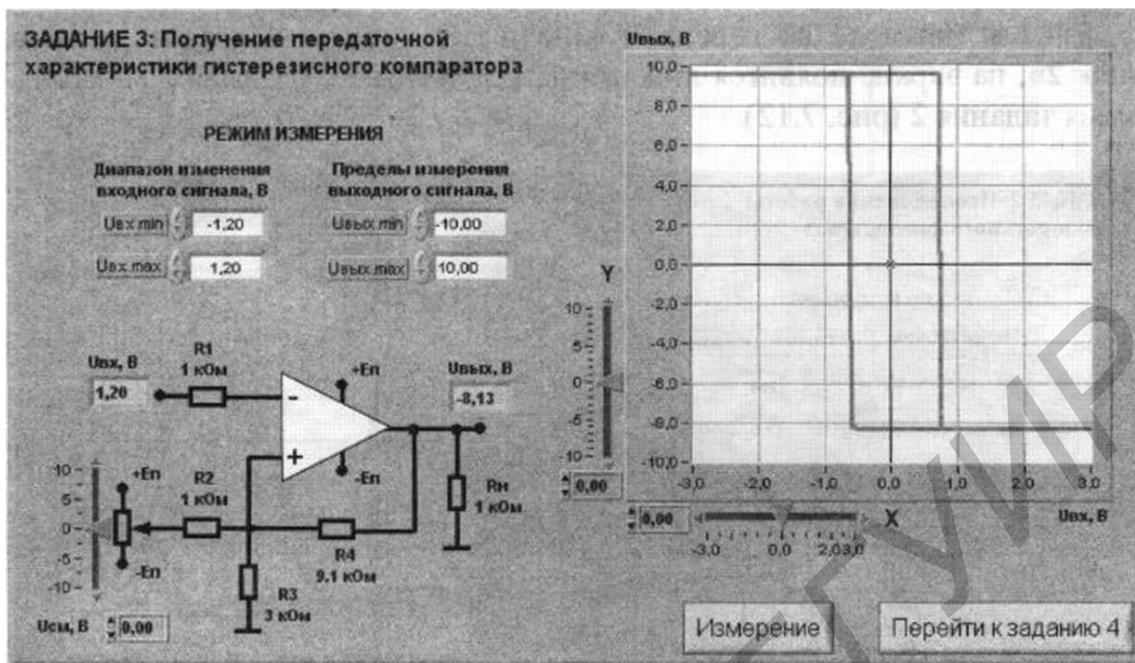

Рис. 16.5. Лицевая панель ВП лабораторной работы №16 при выполнении задания 3
6. Нажмите на передней панели ВП кнопку «Перейти к заданию 3», на экране появится лицевая панель ВП, необходимая для выполнения задания 3 (рис. 16.5).